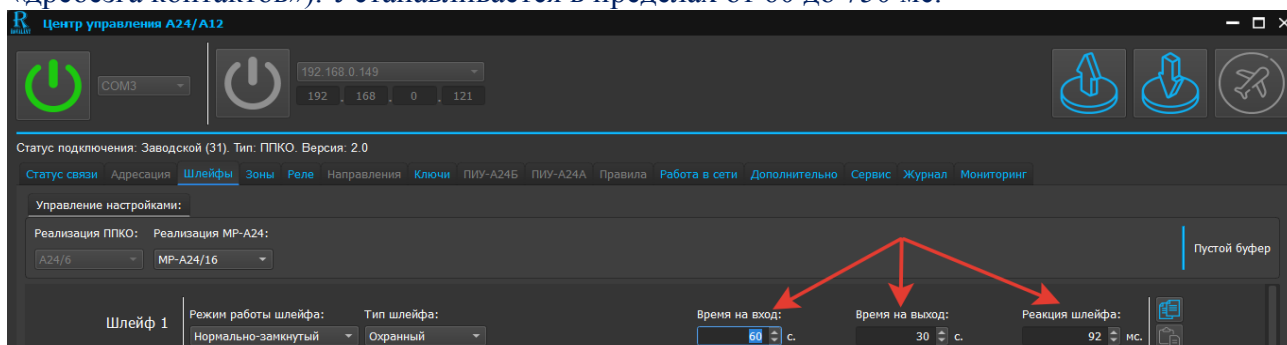

Рис.26. Скриншот окна редактирования ШС типа «Охранный»
6.1.3 Редактирование ШС типа «Охранный» (см. рисунок 26)